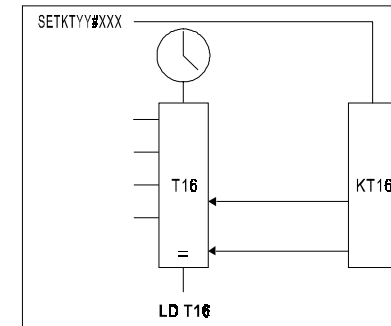

Abb. 27
Die SPS-Kleinststeuerungen FPS-16/N, FPS-32/N, FPS-64/N, FPS-16/BX und FPS-20/BX gibt es optional auch mit einer internen Echtzeituhr. Steuerungen mit einer Echtzeituhr können für Tages- und Wochenschaltuhr-Aufgaben programmiert werden. Beim Herunterladen eines Programmes in so eine Steuerung mit FPS9SOFT (FILE DUMP) wird die Echtzeituhr der Steuerung auf System-Datum und -Uhrzeit des Rechners eingestellt und auch aktiviert, wenn dies in FPS9SOFT (OPTION FPS-TYPE) so eingestellt wurde. Wenn die Echtzeituhr einer Steuerung aktiviert ist, steht sie unter der Zeitadresse T16 mit Wochentag und Uhrzeit dem Programm im Uhrzeit-Format (Wt.HH:MM) zur Verfügung. Außerdem wird T16 dann automatisch in jedem Programmzyklus mit der Zeitkonstanten KT16 im Uhrzeit-Format verglichen. Die Abfrage von T16 liefert in einem Programm für einfachste Schaltuhr-Aufgaben bei Übereinstimmung von T16 mit KT16 eine Minute lang eine „1“ im Ergebnis-Register (ER) (Abb. 27).